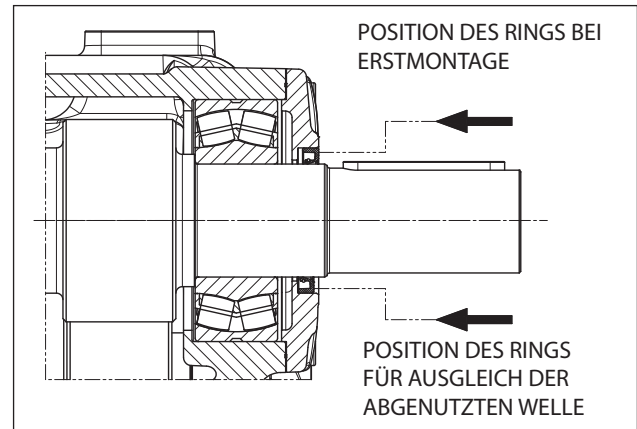
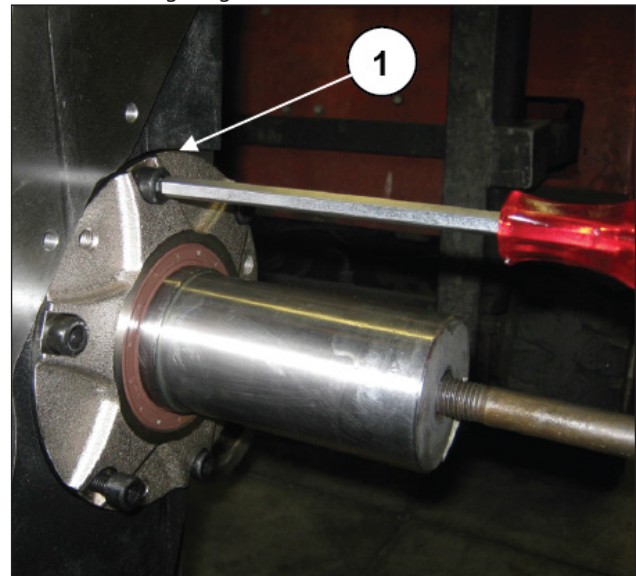

Abb. 118
Abb. 119
Montieren Sie die Dichtung und die Zapfwellendeckel an beide Seiten und ziehen Sie die Befestigungsschrauben M10 an (Pos. ①, Abb. 118 - Abb. 119).